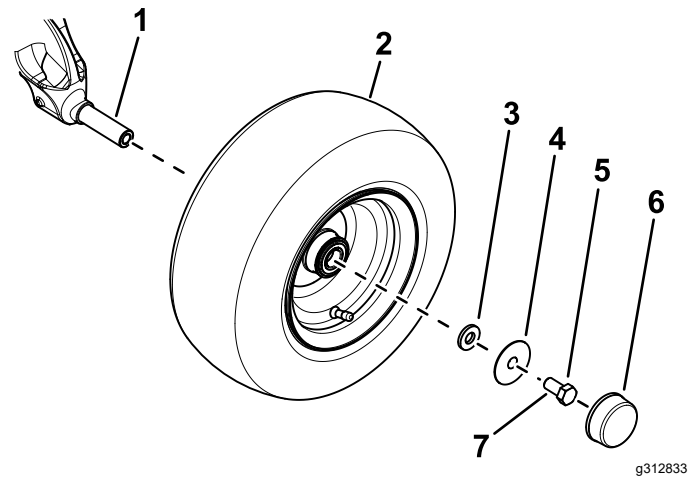

Bild 3
- Verwenden Sie eine kleine Unterlegscheibe, eine große Unterlegscheibe, eine Schraube ($\frac{5}{8}$ " x $1\frac{1}{4}$ ") und eine Staubkappe, um das Rad an der Achsspindel zu befestigen (Bild 3).
D. Bringen Sie die Staubkappe am Rad an (Bild 3).